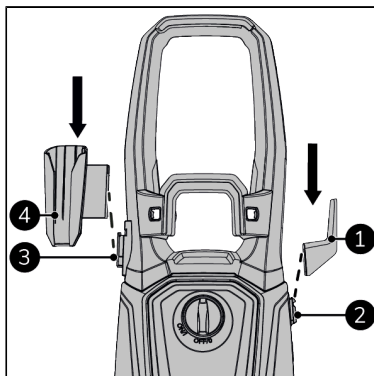

Figure 70.
1. Faites coulisser le support du cordon d'alimentation (Figure 70, pos. 1) sur la partie principale (Figure 70, pos 2).
3. Faites coulisser le support du pistolet à jet (Figure 70, pos. 4) sur la poignée (Figure 70, pos. 3).